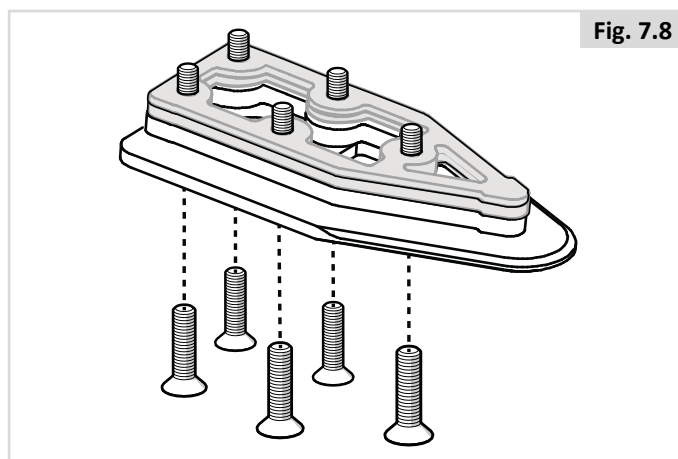

Fig. 7.8
3. Pase los cinco tornillos a través de la placa de bloqueo, el espaciador obligatorio de 8 mm y los espaciadores opcionales seleccionados (se muestran en gris en la imagen). (Fig. 7.8).